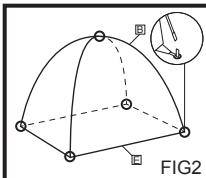

FIG2
3. Erga a tenda interior <E> e empurre as extremidades dos postes nas barras de ferros que estão colocadas em cada canto da tenda interior <E>. (FIG2)
4. Prenda o tecto da tenda interior <E> na junção das hastes com a braçadeira ari cozida. (FIG2)